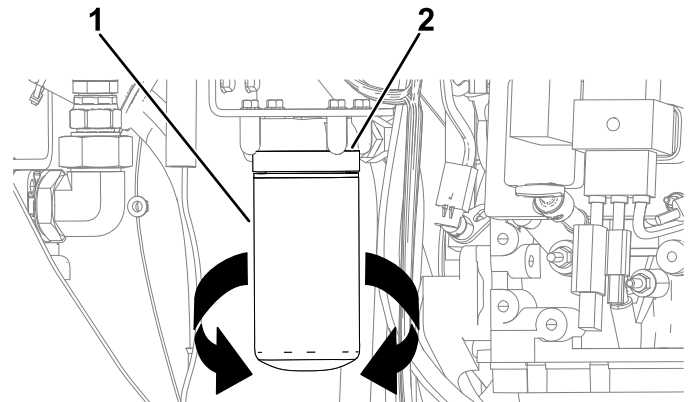

Figura 123
3. Coloque un recipiente o varios trapos debajo del filtro de aceite y del adaptador del filtro de aceite (Figura 123).
4. Gire el filtro de aceite en sentido antihorario y retire el filtro de aceite (Figura 123).
- Alinee el filtro de aceite con el adaptador y gírelo en sentido horario hasta que la junta del filtro de aceite entre en contacto con el adaptador del filtro de aceite (Figura 123).
- Gire con la mano el filtro de aceite otra media vuelta (Figura 123).